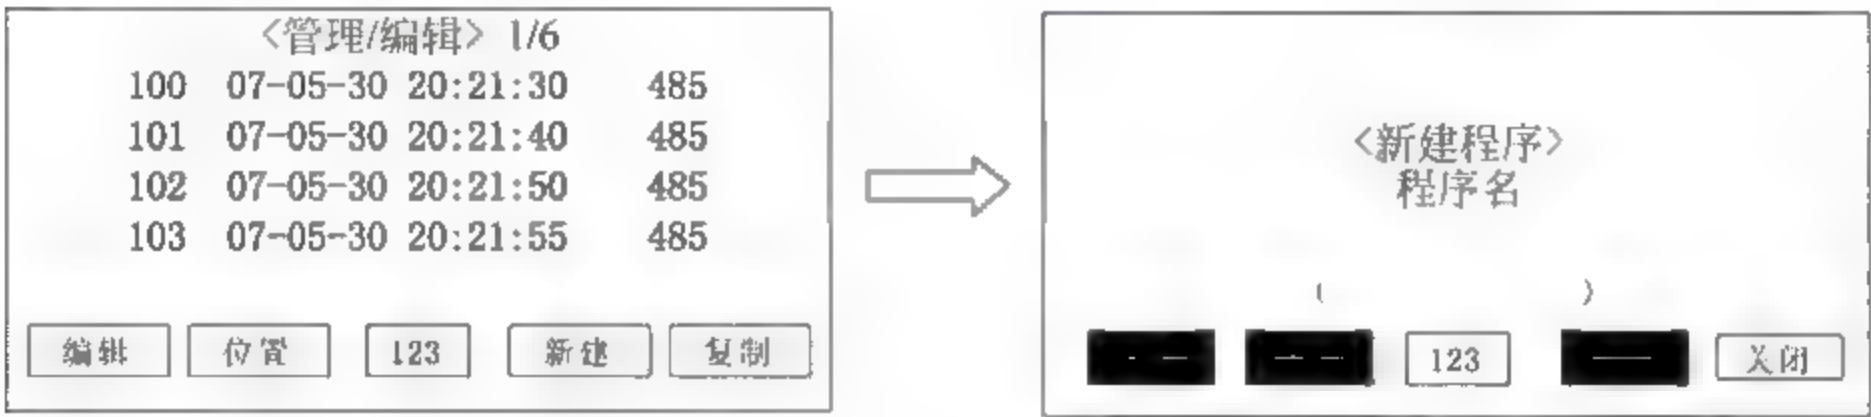

图 4-3 新建一个程序
(1) 上电后,按 EXE 键进入菜单界面,选择进入“管理/编辑”界面。
(2) 按下对应“新建”功能的 F3 键,进入如图 4-3 所示界面。